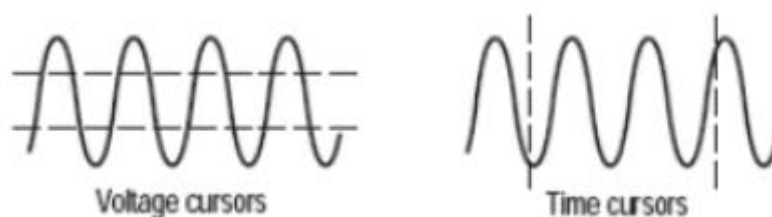

Figura 12 - Cursores do osciloscópio
- No menu “Cursores” na tela, selecione o “Tipo”: Amplitude. Aparecem 2 linhas horizontais na tela, como apresentado na Figura 12.